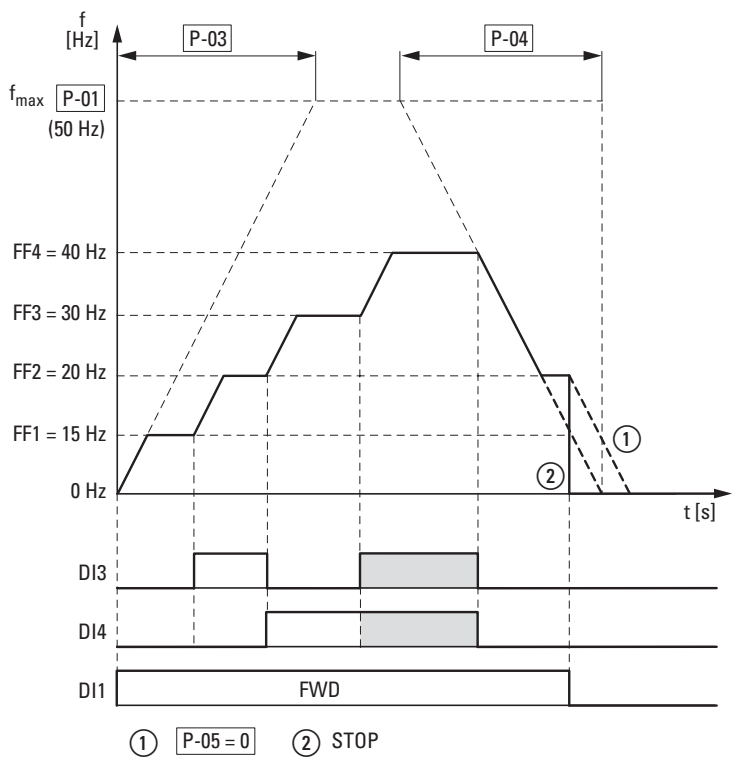

Рисунок 74: пример: включение постоянных частот с линейными ускорением и торможением
Время переключения между постоянными частотами соответствует длительности торможения и ускорения, заданным в P-03 и P-04. (→ Рисунок 74). При отключении разрешения запуска FWD или REV происходит неуправляемая полная остановка с вращением двигателя по инерции ②. При P-05 = 0 происходит управляемое торможение привода ①.